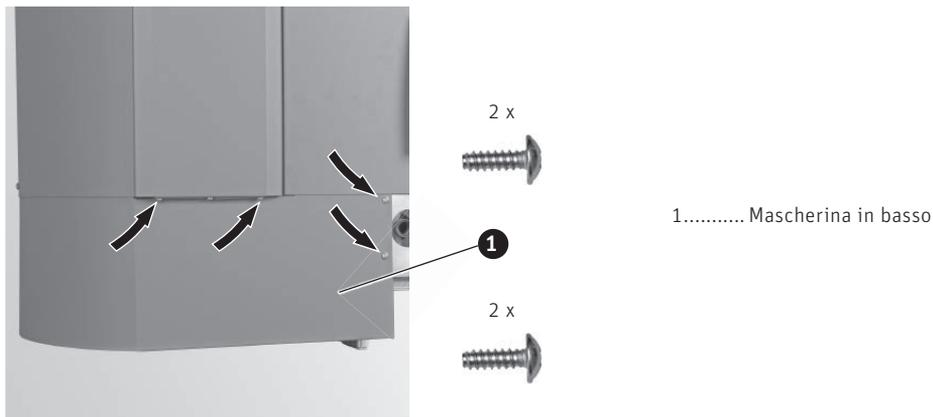

Fig. 72 Montare la mascherina inferiore per la stiva
- ▶ Avvitare in basso la mascherina inferiore per la stiva con 4 viti autofilettanti – Fig. 72.